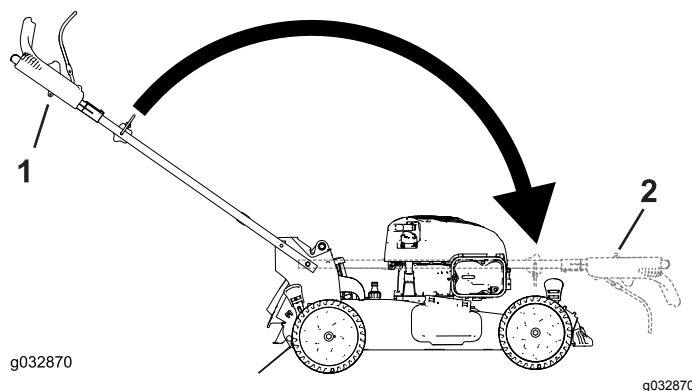

Рисунок 29
3. Сложите рукоятку, повернув ее вперед (Рисунок 29).